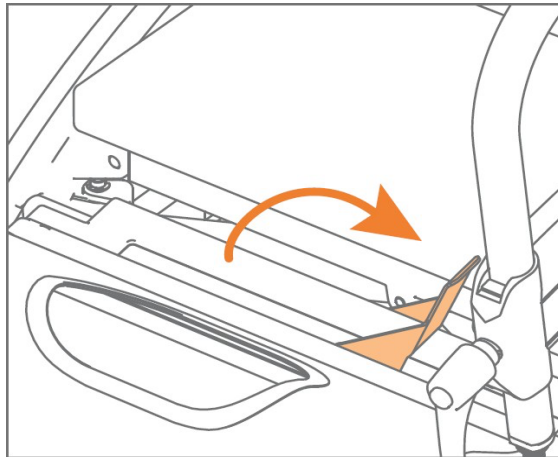

Abbildung 5
1. Ziehen Sie den roten Griff ohne Kraftaufwand nach oben. Auf diese Weise werden die Verriegelungsbolzen eingezogen und das Rollstuhlpaket entriegelt (Abbildung 5).